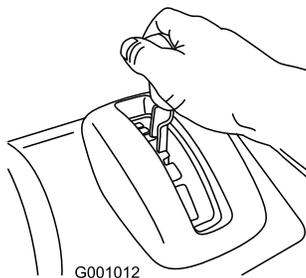

Figure 11
- Placez le levier sélecteur de vitesse à la position de marche avant voulue, en veillant à bien l'engager dans le cran (Figure 11).